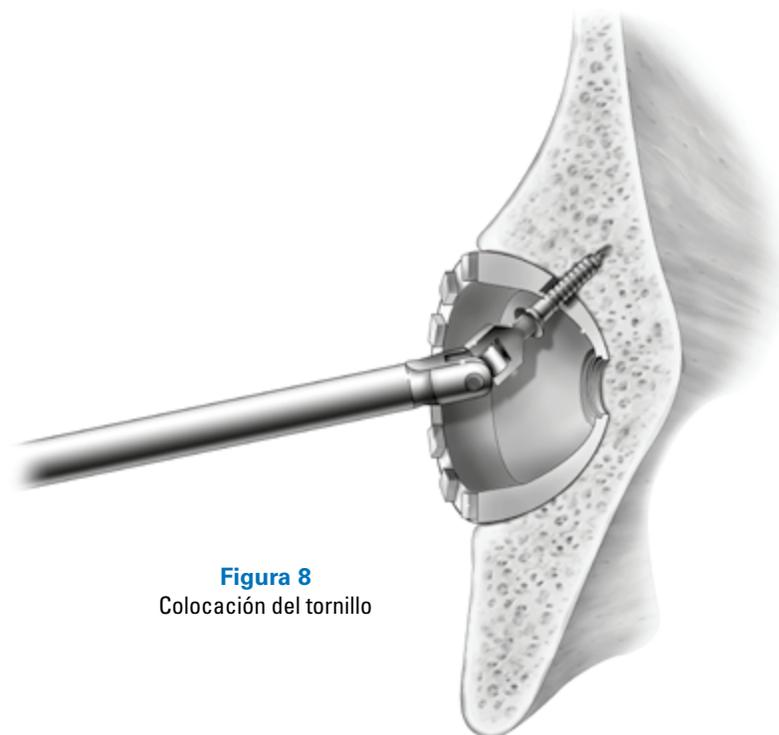

Figura 8
Paso 4. Determine la longitud del tornillo observando el indicador de profundidad en el cuerpo del medidor de profundidad flexible. Ensamble el **mango de carraca (T6162)** en el **destornillador universal de 3,5 mm (T6161)** (para tornillos óseos de 6,5 mm) o el **destornillador de 2,5 mm con conexión en bayoneta (T6117)** (para tornillos para el anillo periférico de 4,5 mm). Con el tornillo en la **pinza portatornillos (105-02-01)** inserte el tornillo óseo apropiado con cuidado de que se asiente completamente (*Figura 8*). Los orificios del cotilo acetabular permiten unos $\pm 11^\circ$ de angulación para que el tornillo se asiente adecuadamente. Si el tornillo no está bien asentado, puede haber atrapamiento con el mecanismo de fijación del inserto acetabular acoplado. Si se encuentra hueso extremadamente duro, se puede usar la **terreja ósea de 6,5 mm con conexión en bayoneta (T6119)**, después de brocar para un tornillo óseo de 6,5 mm.